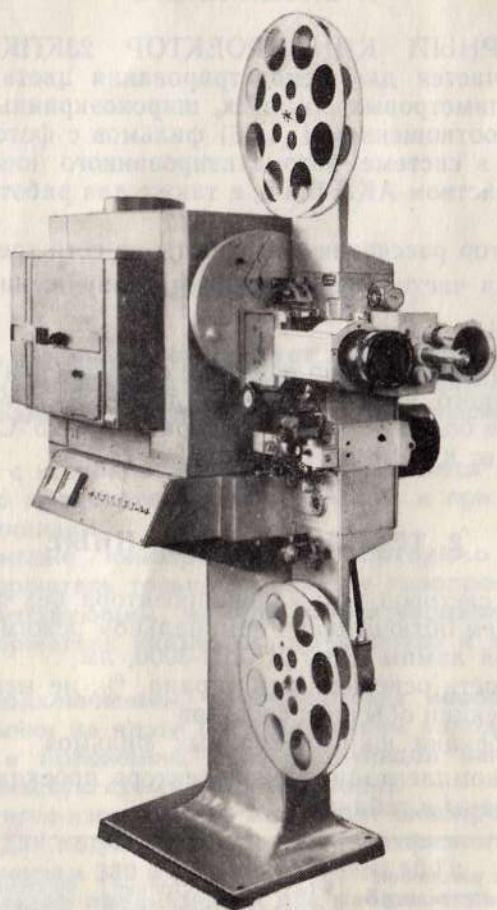

Рис. 1.1
**СТАЦИОНАРНЫЙ КИНОПРОЕКТОР 23КПК-2** (рис. 1.1) предназначен для демонстрации цветных и черно-белых 35-миллиметровых обычных, широкоэкранных и кашетированных (с соотношением 1:1,66) фильмов с фотографической фонограммой в системе автоматизированного кинопоказа при работе с устройством АКП-6М-6, а также для работы в автономном режиме.